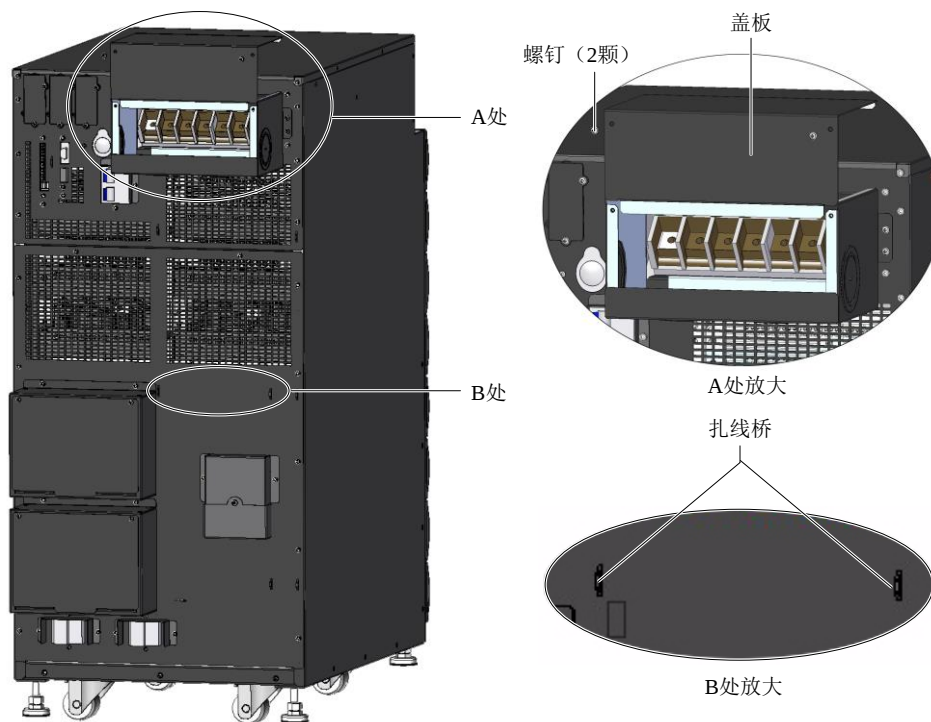

图2-20 拆除接线盒盖板
用螺丝刀拧下接线盒盖板上的 2 颗螺钉，将盖板拆下来，并将拆下来的螺钉和盖板放一边备用，如图 2-20 所示。
3. 通过 UPS 后面板上的扎线桥（见图 2-20）分别将输入输出电缆导管紧固好。